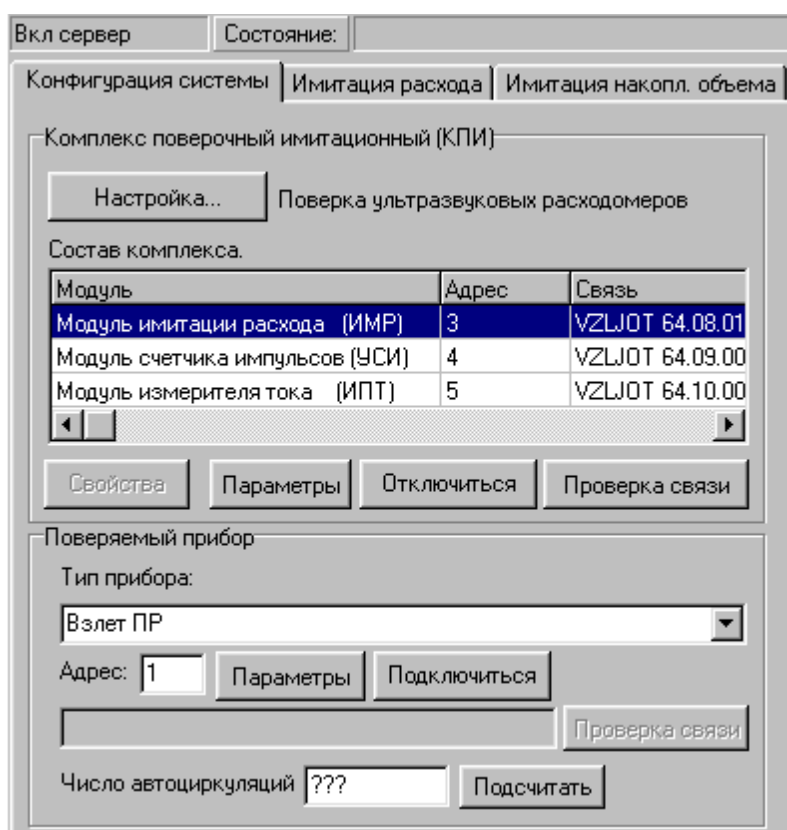

Рис. 5. Вид основного окна после проверки связи модулей.
- 2.4.1.4. Включение сервера связи производится активизацией кнопки **Подключиться**, расположенной под таблицей **Состав комплекса**. О включении сервера свидетельствует надпись **Вкл сервер**, индицируемая в строке над заголовком вкладки **Конфигурация системы** (рис.5).
После включения сервера необходимо проверить наличие связи между модулями и сервером. Для этого активизируют кнопку **Проверка связи**, расположенную под таблицей **Состав комплекса**. Результаты контроля отображаются в графе **Связь** таблицы **Состав комплекса** в строке соответствующего наименования модуля в виде идентификационного номера версии внутреннего ПО (рис.5).